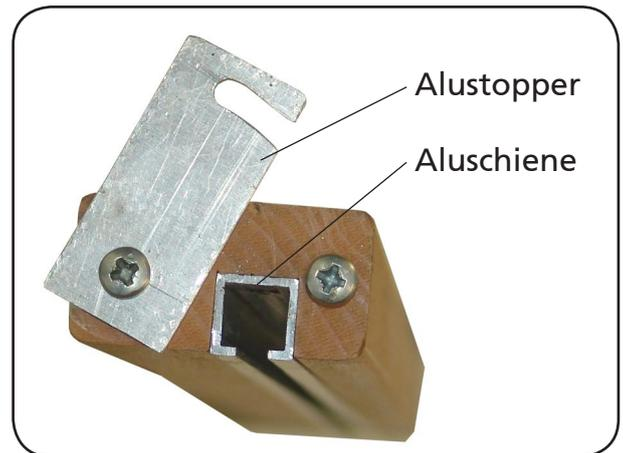

Abbildung 23
12. Entriegeln Sie die Alustopper, die sich am unteren Ende der Aluschiene befinden (Abbildung 23).